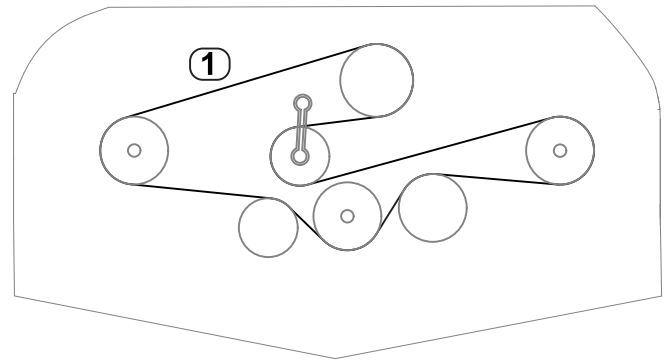

Figura 29
5. Usando una llave dinamométrica u otra herramienta similar para sostener la polea tensora, dirija la nueva correa alrededor del conjunto de poleas de eje y poleas tensoras, tal y como se muestra en la Figura 29.